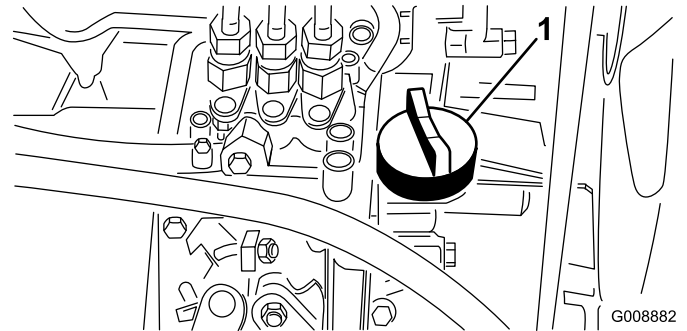

図 21
4. 不足していれば補給ロキャップ（図 21）をとり、ディップスティックのFull 位置まで少量ずつオイルを補給する。補給中、ディップスティックで何度か油量を確認しながら入れること。